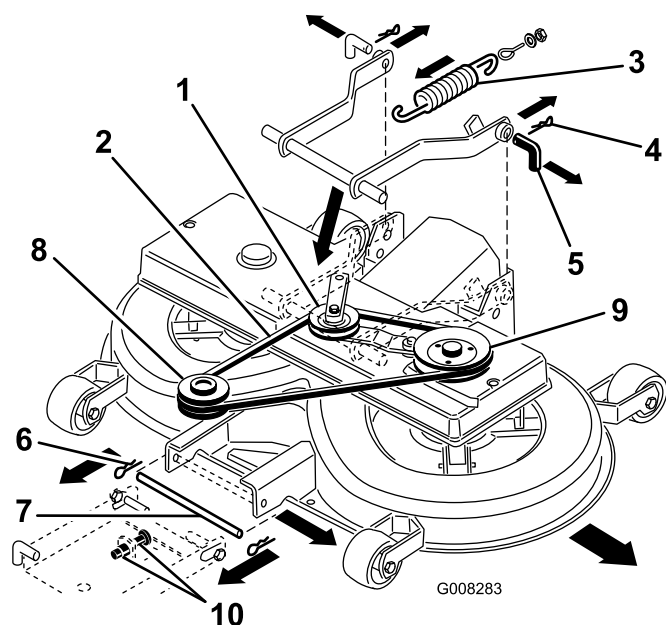

Bild 42
2. Entfernen Sie den Keilriemen und den Antriebsarm (Bild 42).
8. Ziehen Sie den Spannarm nach innen. Nehmen Sie den Keilriemen von der Scheibe ab (Bild 42).
9. Nehmen Sie die Feder vom Schalthebel ab (Bild 42).
11. Entfernen Sie die zwei Splintclips von den zwei hinteren Stiften und nehmen Sie die Stifte ab (Bild 42).
12. Entfernen Sie den Splintclip vom vorderen Stift und nehmen Sie den Stift ab (Bild 42).
13. Entfernen Sie den Keilriemen von der Motorscheibe (Bild 42).
7. Drehen Sie den unteren Stift der Einstellung für die vordere Aufhängung in die untere Stellung der geschlitzten Löcher. Stellen Sie hierfür die 2 Muttern (M12) an der vorderen Aufhängung ein (Bild 42).